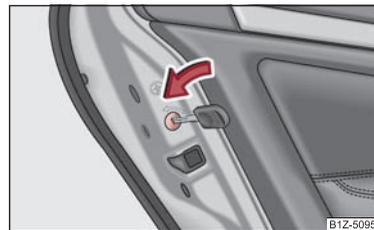

Fig. 24 Protection pour les enfants dans les portes arrière
- Tournez la fente dans la portière arrière dans le sens de la flèche au moyen de la clé du véhicule ⇒ fig. 24.